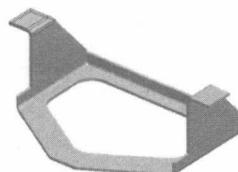
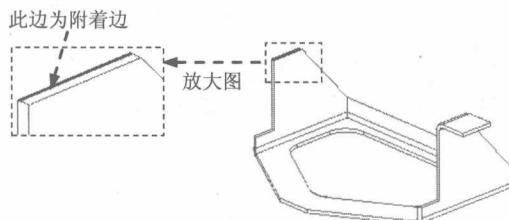

图 1.16 弯边特征 2
图 1.17 定义附着边
Step13. 创建图 1.16 所示的弯边特征 2。单击 主页 功能选项卡 钣金 工具栏中的“弯边”按钮 r ；选取图 1.17 所示的模型边线为附着边；在“弯边”工具条中单击“全宽”按钮 \square ；在 距离: 文本框中输入值 35，在 角度: 文本框中输入值 90，单击“内部尺寸标注”按钮 U 和“折弯在外”按钮 h ；调整弯边侧方向向外，如图 1.16 所示；各选项采用系统默认设置；单击 完成 按钮，完成特征的创建。